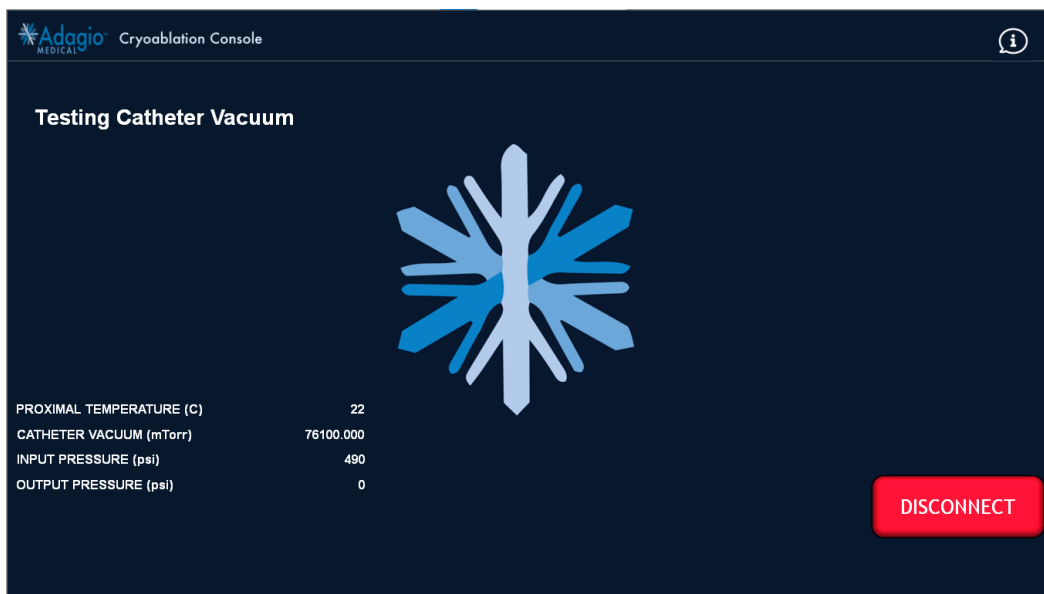
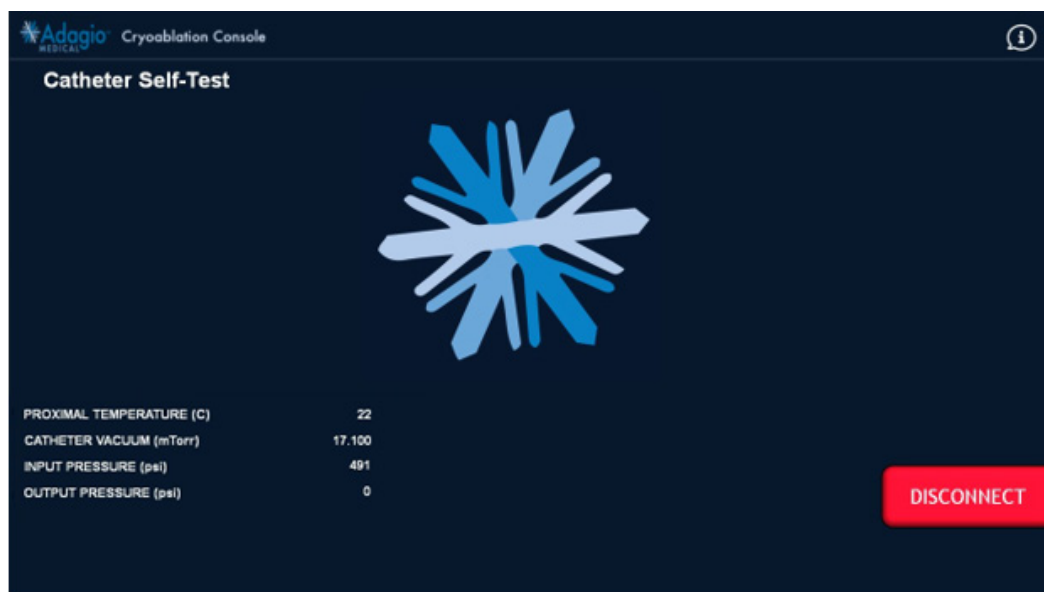

Figure 85 – Écran de test de vide du cathéter
Figure 88 – Écran d'auto-test du cathéter en cours
7. Une fois le cathéter branché correctement, la console commence automatiquement à tester le vide du cathéter (Figure 85). Si le test de vide du cathéter réussit, la console affiche l'écran d'auto-test du cathéter, comme illustré sur l'écran de la Figure 88.
8. Si le test de raccordement du cathéter est concluant, la console commence à effectuer une série d'auto-tests pour le cathéter (Figure 88).